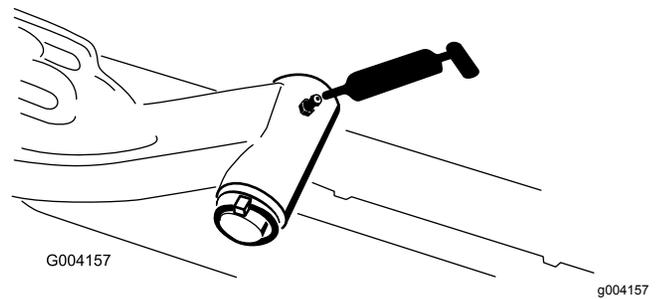

Bild 78
- Hubarmgelenkwelle (1) (Bild 78)